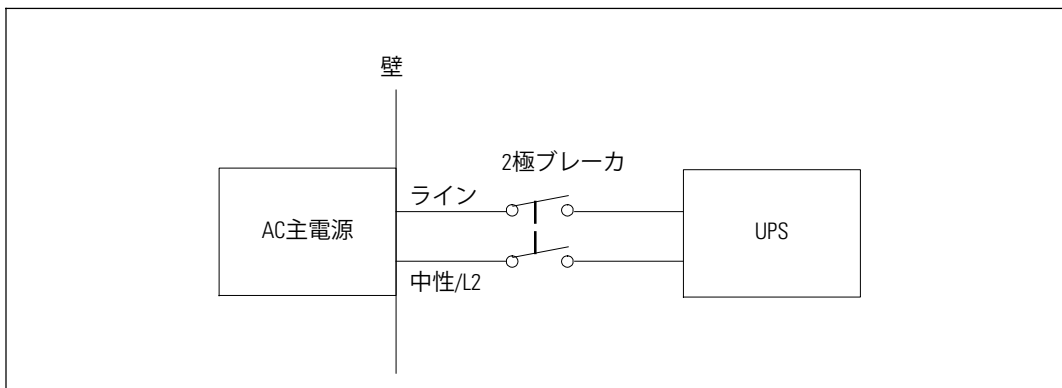

図 17. サーキットブレーカのダイアグラム
- 保護装置には、UPS入力と電源の間に2極の断路器が必要です (図 17を参照)。